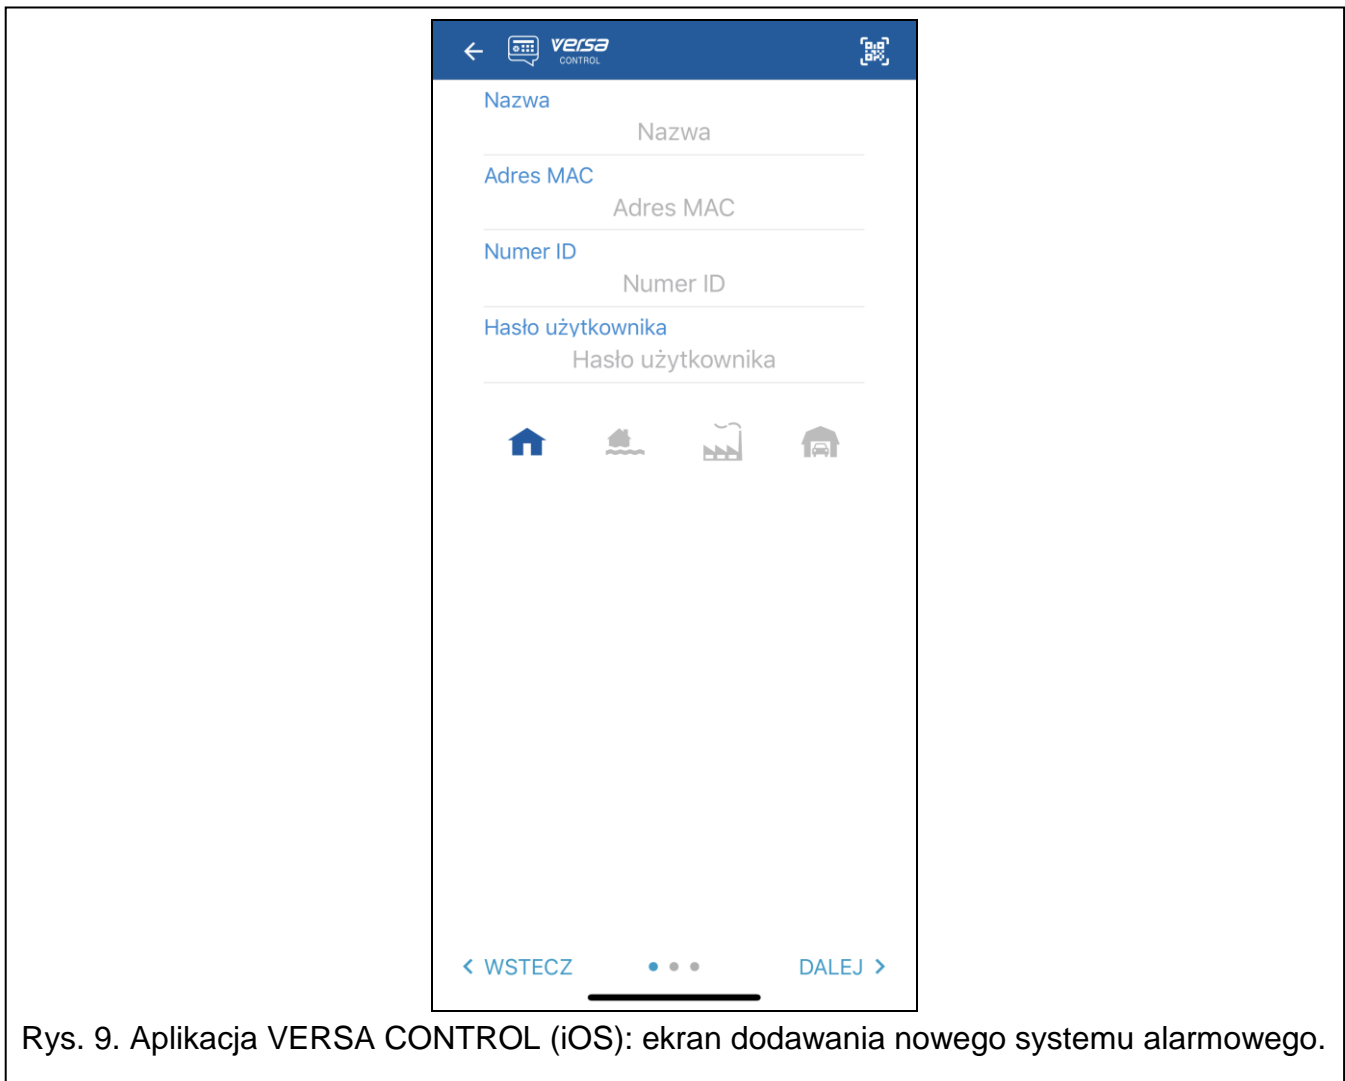

Rys. 8. Aplikacja VERSA CONTROL (iOS): samouczek.
3. Wyświetlony zostanie samouczek (rys. 8). Dotknij „Pomiń”, aby go pominąć.